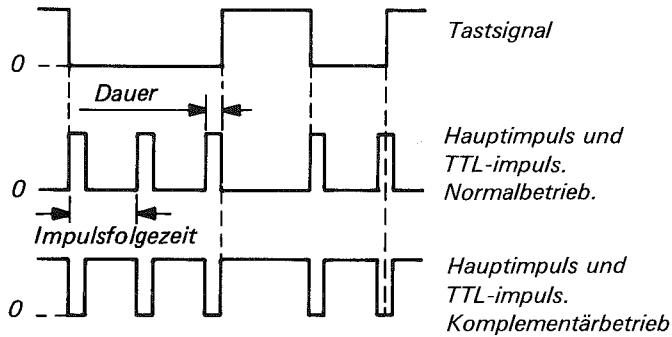

Abb. 6.6. Getastete Impulse
- Passendes Verhältnis zwischen Impulsfolge und -dauer und den entsprechenden Parametern des Tastsignals wählen. Vgl. Abb. 6.6.
- Wie aus der Abb. 6.6. ersichtlich ist, können auch an den TTL-Ausgängen getastete Impulsreihen abgenommen werden.
- Taste SINGLE SHOT drücken und darauf achten, dass der Generator gesperrt ist, so lange die Taste gedrückt bleibt. Vgl. Abb. 6.6.